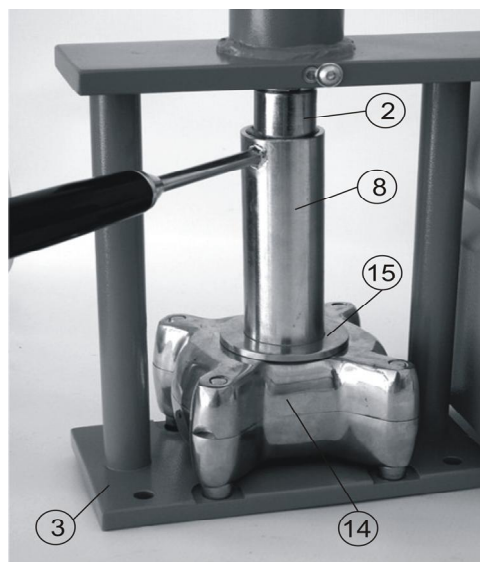
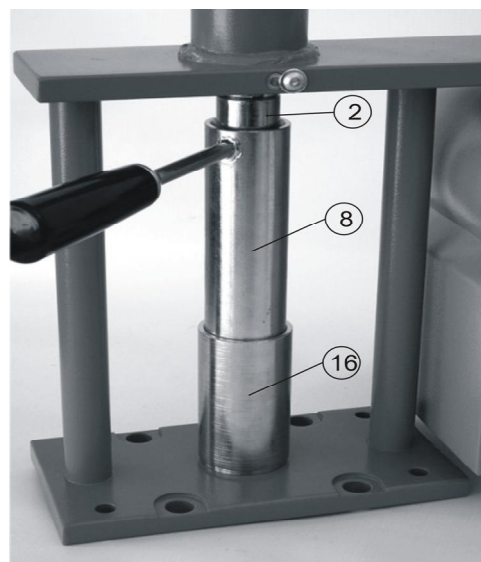

Fig. 4
Fig. 5
- 5- Acione a tecla Start/Stop S/S (13) no painel.
- 9- Coloque o muflo (14) já preparado na base da prensa e, sobre ele, o apoio da cartucheira (15), como indicado na fig. 4 .
- 10- Leve o êmbolo (2) para a posição superior girando a manopla (1).
- 11- Rapidamente, retire a cartucheira do forno, encaixe-a sobre o apoio da cartucheira (15) e, girando a manopla, ajuste a posição do conjunto para a entrada do êmbolo na cartucheira.
- 13- Para retirar o cartucho utilizado do interior da cartucheira, utilize o sacador (16) conforme indica a fig. 5.